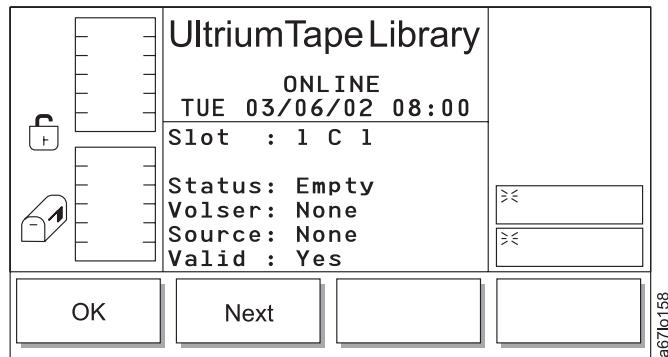

Abbildung 89. Ablagefachinformationsdialog
- Wird **OK** ausgewählt, werden die Quellenparameter akzeptiert, und der Ablagefachinformationsdialog erscheint (siehe Abb. 89 auf Seite 112).
Tabelle 38. Übersetzung von Abb. 89, Ablagefachinformationsdialog
- Wird **Next** ausgewählt, erscheint der Ablagefachinformationsdialog (siehe Abb. 89 auf Seite 112).